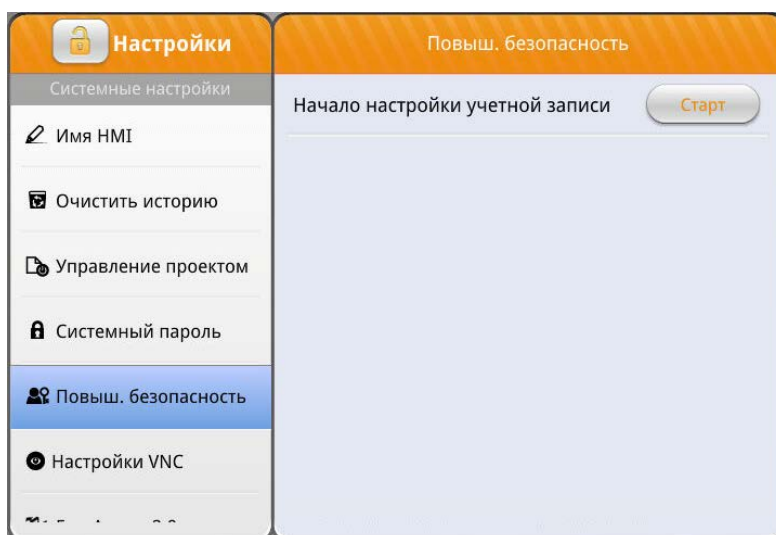
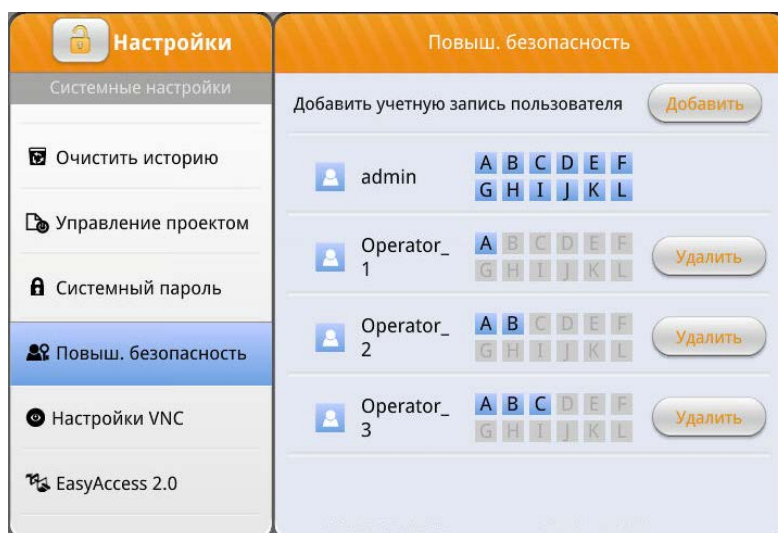

Рисунок 44 – Вкладка «Повыш. безопасности»
Рисунок 45 – Окно настройки учетных записей
Вкладка «Повыш. безопасности» (рисунок 44) позволяет добавить/удалить пользователя, а также изменить уровень доступа пользователей. Для этого нужно нажать кнопку «Старт». Далее откроется окно настройки учетных записей (рисунок 45).
- Повыш. безопасность (рисунок 44, 45);